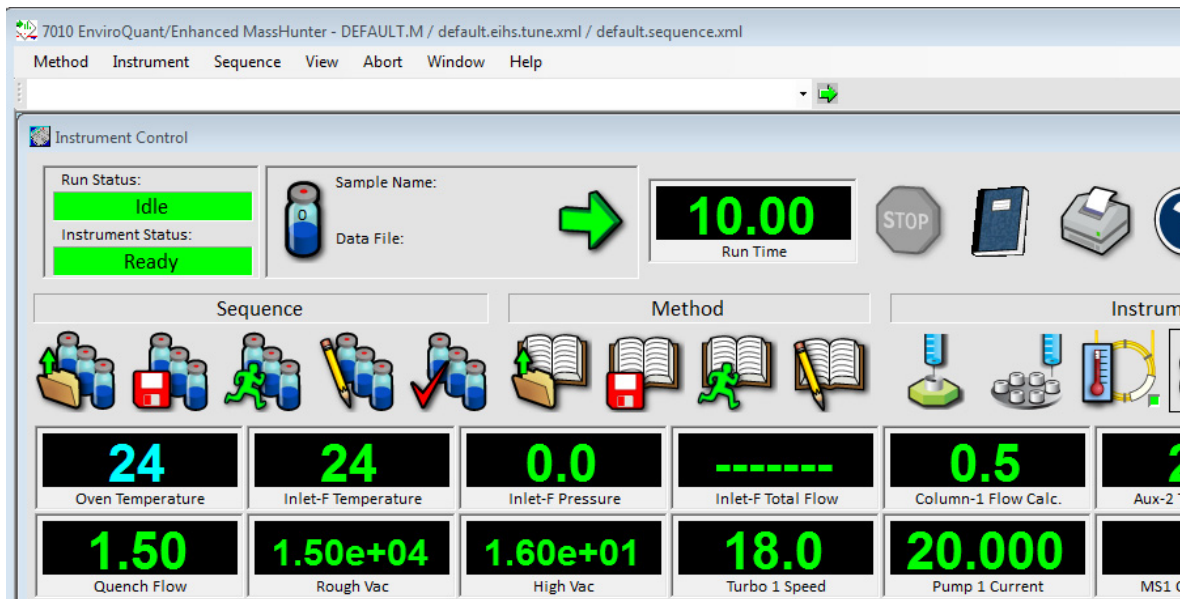

Figura 24 Organización de monitores
- 10 Seleccione **Window > Arrange Plots and Monitors** o haga clic y arrastre cada monitor hasta la posición deseada. En la Figura 24 se muestra una forma de organizar los monitores.